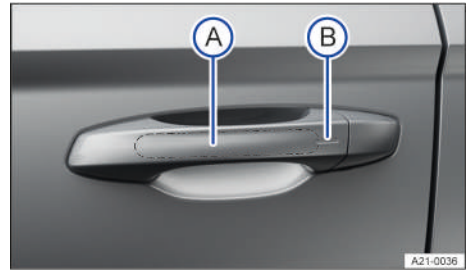

Fig. 67 En la manilla de la puerta: superficies sensoras.
1. Toque la superficie sensora → fig. 67 A situada en el lado interior de la manilla de la puerta del conductor o del acompañante.
3. Toque la superficie sensora → fig. 67 B situada en el lado exterior de la manilla de la puerta del conductor o del acompañante.
2. Además, antes de que transcurran 5 segundos, toque una vez el sensor del lado exterior de la manilla de la puerta → fig. 67 . Al hacerlo, no agarre la manilla.
1. Mantenga un dedo sobre la superficie sensora de la manilla de la puerta del conductor o del acompañante → fig. 67  durante unos segundos.